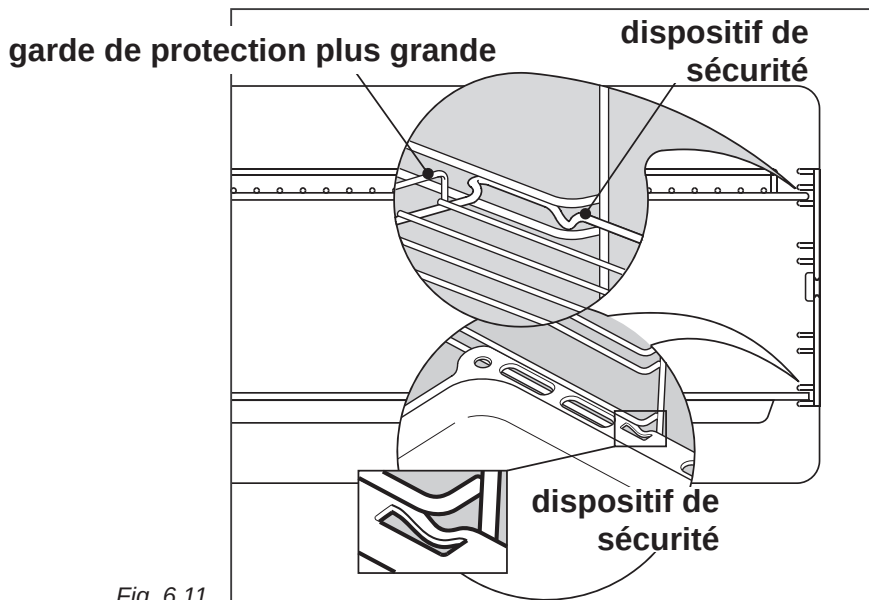

Fig. 6.11
- Faire glisser sur les guides la grille (fig. 6.11); mettre la grille de façon que le barrage de protection (le plus grand) soit tourné vers l'intérieur du four.